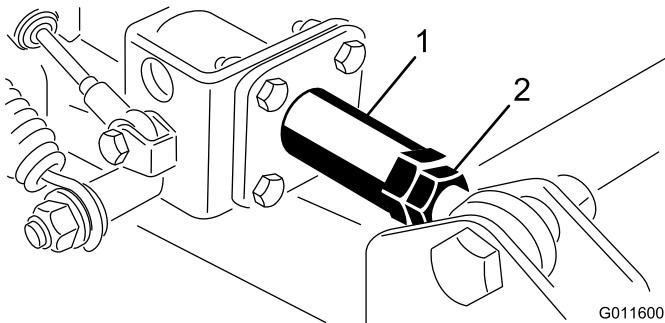

Figura 8
- D. Si se detecta una mala alineación, afloje la contratuerca del extremo de la varilla del amortiguador de la plataforma lateral (Figura 8). Ajuste el acoplamiento, que gira libremente dentro del tubo del amortiguador. Todos los ajustes deben realizarse con el extremo del amortiguador atornillado a la plataforma.